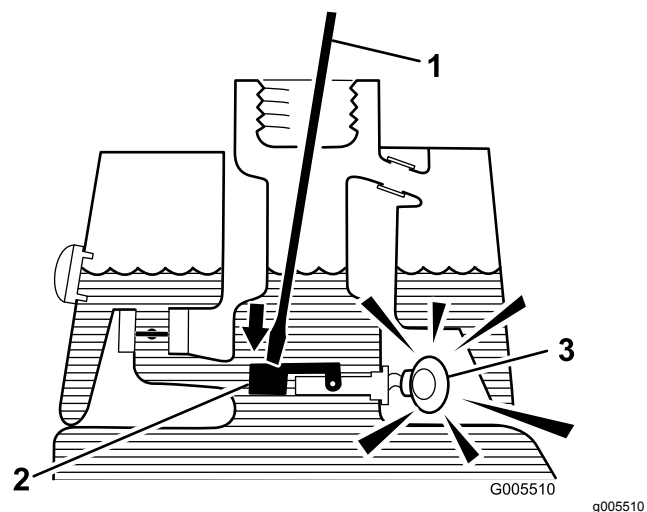

Рисунок 41
- Вставьте чистый стержень или отвертку в горловину бака и слегка нажмите на поплавок переключателя (Рисунок 41). Через одну секунду должен прозвучать предупреждающий звуковой сигнал.